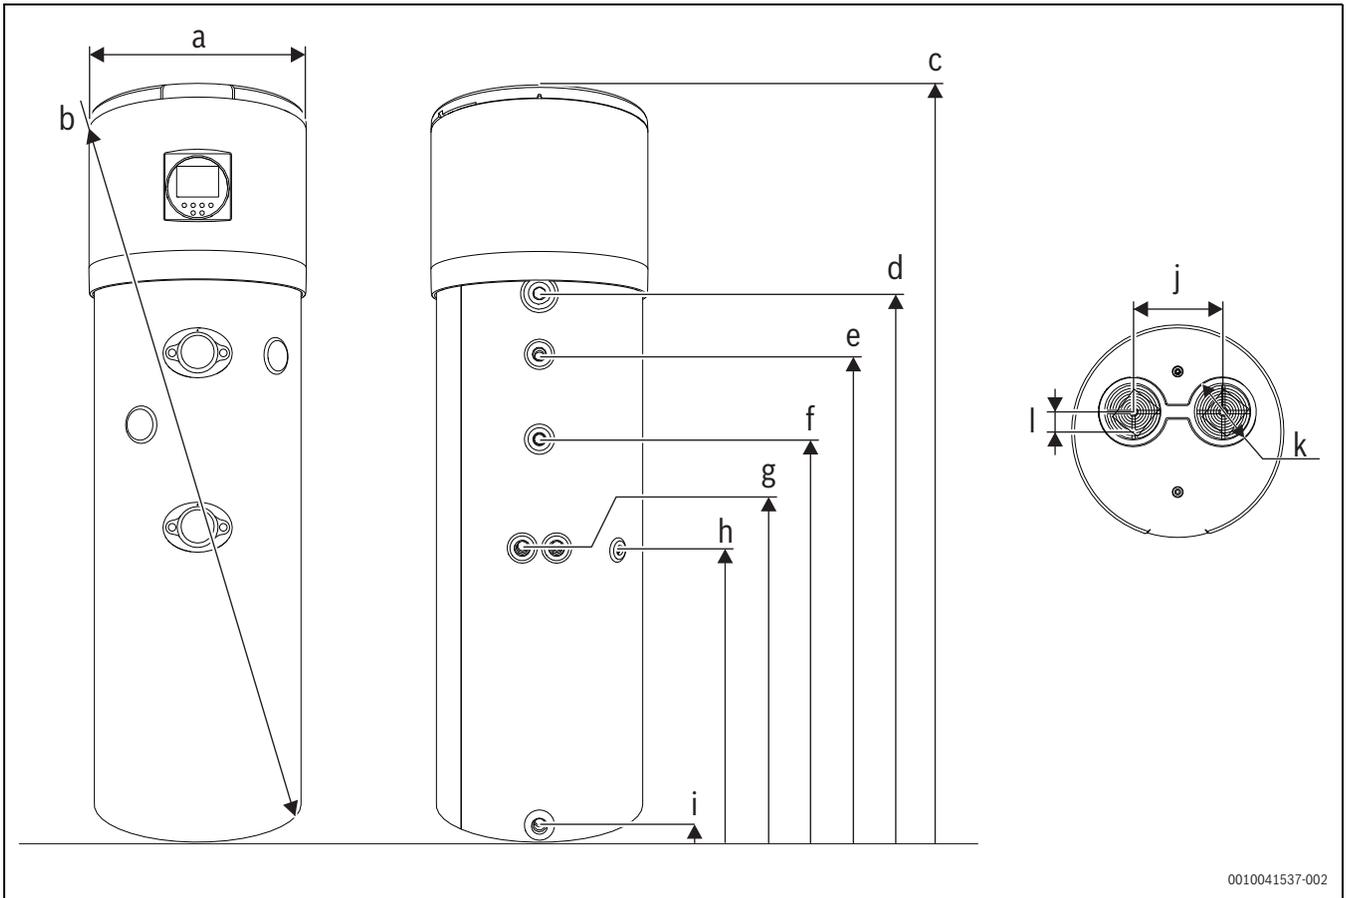

Fig. 2 Dimensões do aparelho
- ▶ Observar as distâncias mínimas (→ Fig. 2, pág. 5 e fig. 9, pág. 10).